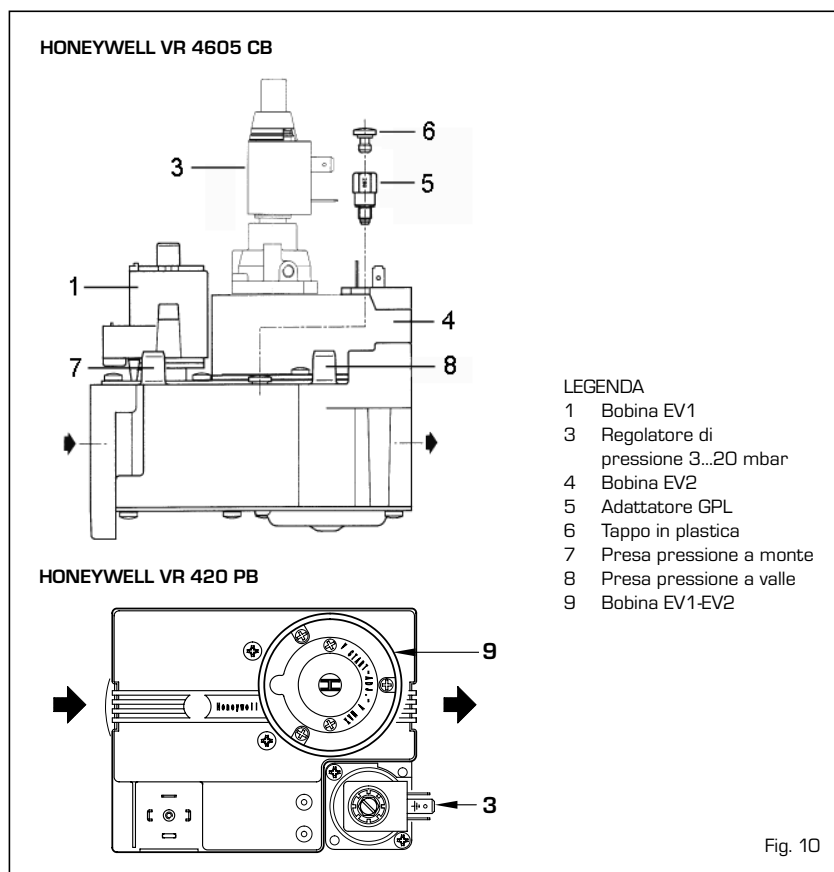

Fig. 10
4.1 VALVOLA GAS (fig. 10)
La "Slim HPS" è prodotta di serie con valvole gas HONEYWELL VR 4605 CB (vers. "1.80 - 1.99") e VR 420 PB (vers. "1.110"). Alla prima accensione della caldaia è sempre consigliabile effettuare lo spurgo della tubazione agendo sulla presa pressione a monte della valvola gas (7 fig. 10 - 9 fig. 2).
richiesta, il regolatore di pressione montato sulla valvola gas (3...20 mbar) con quello V4336A (4...37 mbar) e, per evitare che la caldaia vada in blocco nelle partenze a freddo, montare sulla valvola gas delle vers. "1.80 - 1.99" l'adattatore cod. 6248303 (5 fig. 10). Per regolare la potenza riscaldamento fare riferimento al punto 4.2.